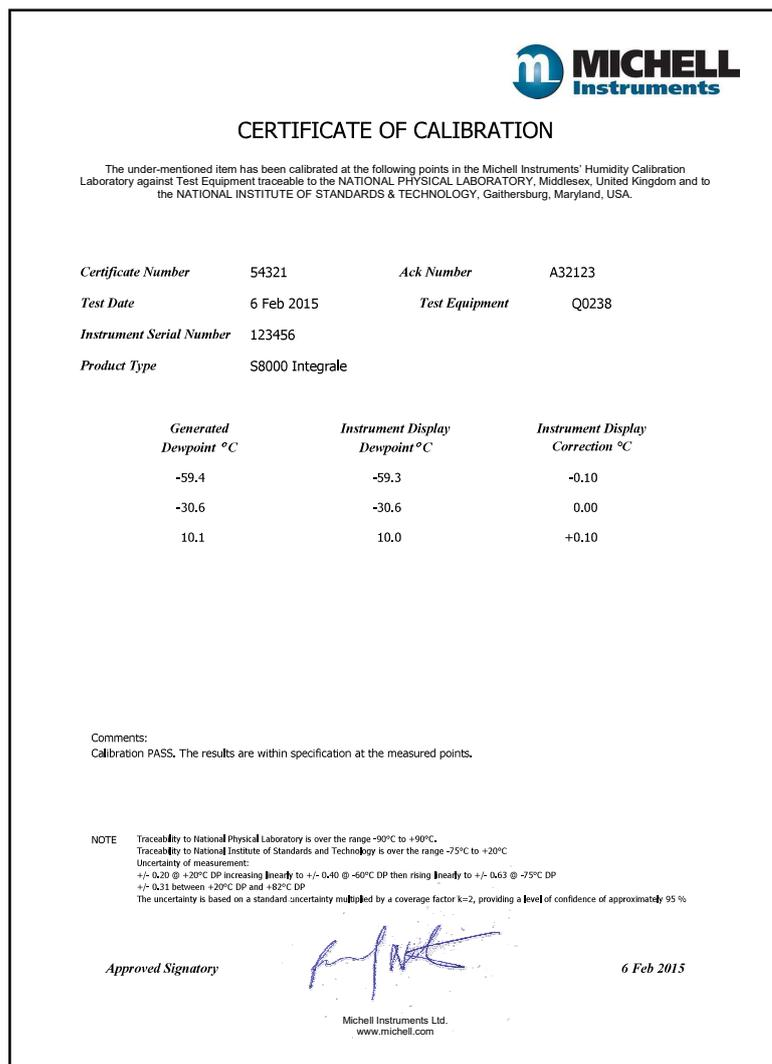

Abbildung 41 Typisches Kalibrierzertifikat
8. Verpacken Sie das Gerät in seinem Original-Karton entsprechend Abb. 41. **HINWEIS: Das Zubehör wird in die kleine Schachtel (4) gelegt. Mikroskop und Anschlussstecker für die Analog- und Alarmsignale müssen nur im Reparaturfall mitgeschickt werden. Zur Überprüfung sollten jedoch alle Kabel und der evtl. vorhandene Remote-PRTTemperaturfühler mitgeschickt werden.**